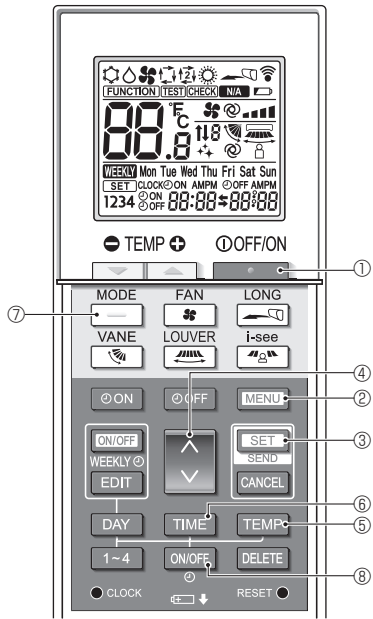

Fig. 7-9
1. Klimayı durdurmak için ● düğmesine ① basın.
2. MENU düğmesine ② basın. İşlev ayar ekranı görüntülenecek ve işlev No. Ⓐ yanıp sönecektir. (Fig. 7-9) İşlev No'sunu değiştirmek için ⬇️ düğmesine ④ basın.